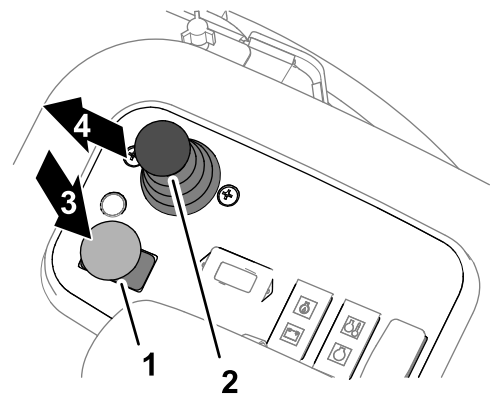

図 34
1. 駐車ブレーキを掛け、カッティングユニット作動スイッチを DISENGAGE 切にする **図 34**。